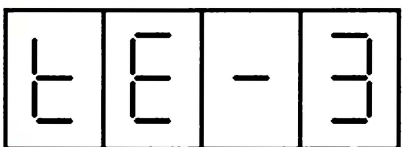

Рис. 8
6. Нажатие на кнопку SB2 "Выбор" выводит на индикаторы аббревиатуру tE-3 (рис. 8), где tE — (temperature) температура, 3 — продолжительность отображения температуры в секундах (по умолчанию). Теперь нажатием на кнопку SB3 "Установка" можно выбрать продолжительность отображения показания температуры от 2 с до 9 с.